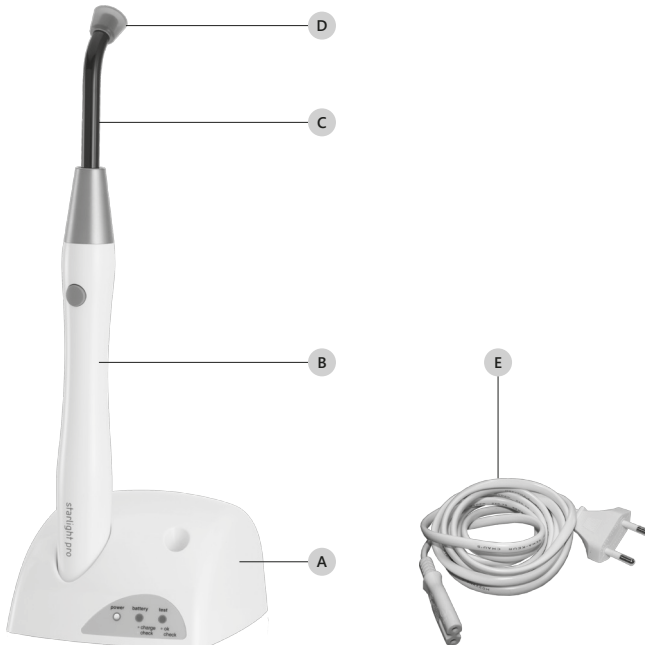
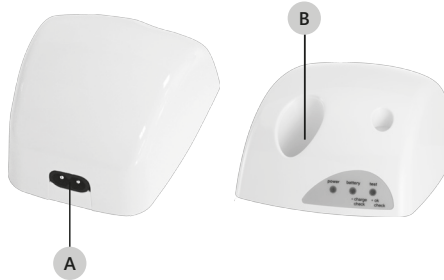

Figure 4 – La Liste des Composants
Figure 5 – Unité de recharge.
⚠ ATTENTION: Recharger la batterie en utilisant exclusivement l'unité de recharge Mectron (*Figure 4 à page 8 - Réf. A*). Ne pas essayer la recharge avec d'autres rechargeurs. DANGER d'explosion ou d'incendie.
Se référer à la Figure 4 à page 8:
⚠ DANGER: Ne jamais mettre en court-circuit les contacts électriques de l'unité de recharge avec des objets métalliques (Figure 5 à page 10 - Réf. B) et ne pas toucher avec les mains lorsque l'appareil est branché.
2. Insérer le câble d'alimentation du courant électrique (Figure 4 à page 8 - Réf. F) dans la connexion qui se trouve sur la partie arrière de l'appareil (Figure 5 à page 10 - Réf. A) et ensuite dans la prise au mur. LED vert power allumé (Tableau 1 à page 11 - Réf. A).
1. Insérer la pièce à main dans son siège sur l'unité de recharge (Figure 5 à page 10 - Réf. B). Le LED vert battery s'allume (Tableau 1 à page 11 - Réf. B).
⚠ ATTENTION: Recharger la batterie en utilisant exclusivement l'unité de recharge Mectron (Figure 4 à page 8 - Réf. A). Ne pas essayer la recharge avec d'autres rechargeurs. DANGER d'explosion ou d'incendie.